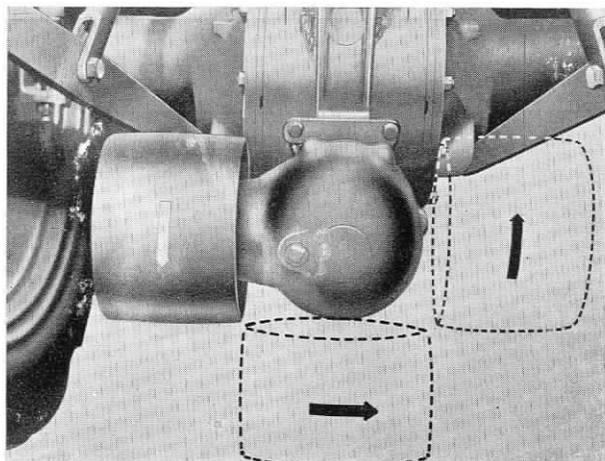

FIG. 65
- Monter la poulie à l'une des trois positions illustrées figure 65 et la fixer avec les quatre écrous.